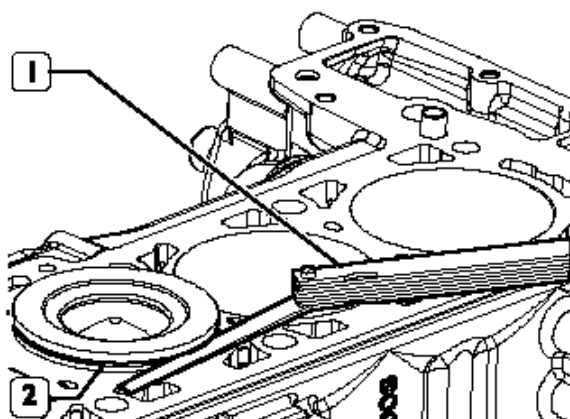

Figura 144
Utilize um calibre de lâminas (1, figura 144) para controlar a folga (X) entre o anel (2) e a ranhura (1). Esta folga deve ser do valor especificado.